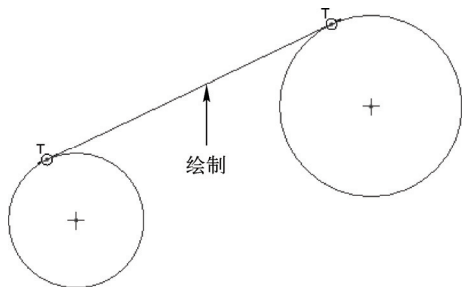

图 2-14 绘制外相切线
STEP 03 在绘图区小圆的上边缘, 单击鼠标左键, 确认起始点, 移动鼠标指针至大圆的上边缘, 单击鼠标左键确认终点, 绘制一条外相切线, 如图 2-14 所示。